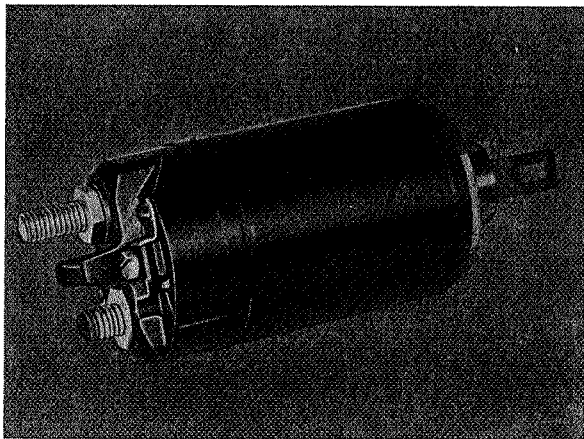

Fig. 3-38. Magnetische schakelaar
8. Draai de bevestigingsschroeven van de magnetische schakelaar los en haal deze van het aandrijflagerschild af. Magnetische schakelaar, zie Fig. 3-38.